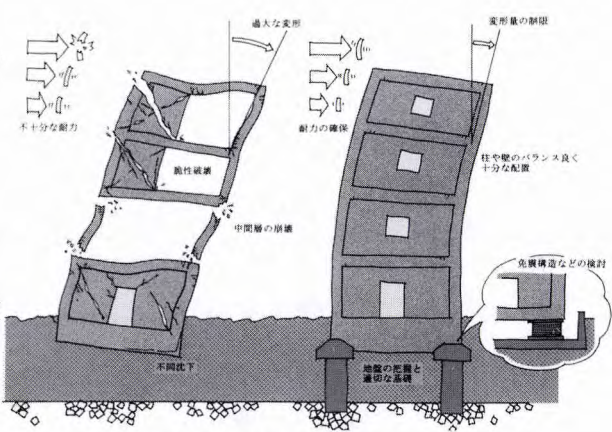

図 4 構造体の耐震設計のポイント
- 構造体の耐震設計では以下の 4 つが重要なポイントとなります（図 4）。